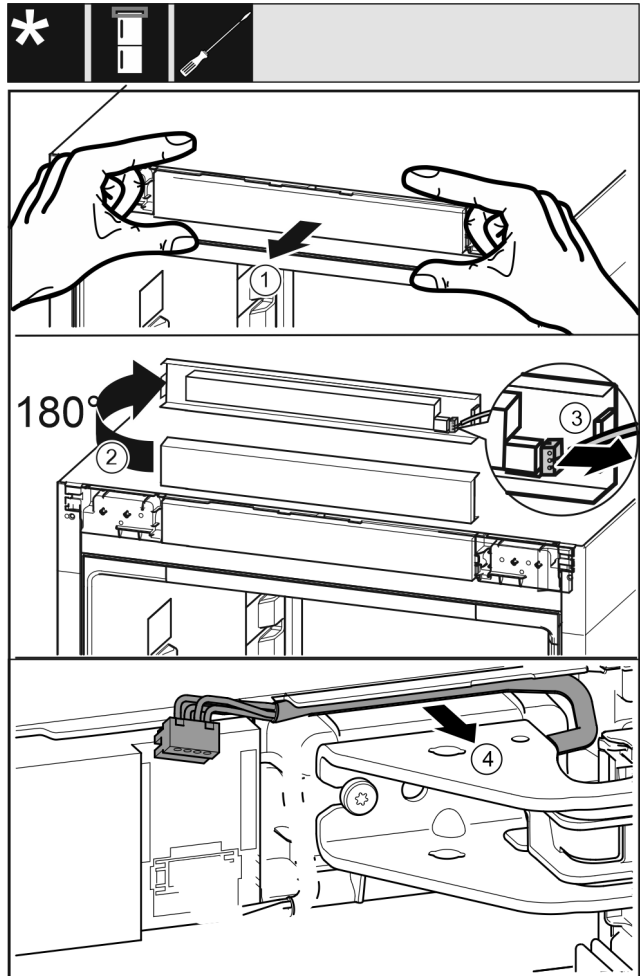

Fig. 20
- Bedienblende Fig. 20 (1) vorsichtig nach vorne lösen.
- Bedienblende Fig. 20 (2) nach oben um 180° drehen.
- Rastnase Fig. 20 (3) nach hinten drücken und den Stecker vorsichtig herausziehen.
- Kabel Fig. 20 (4) über Lagerbock vorsichtig aus der Führung lösen.